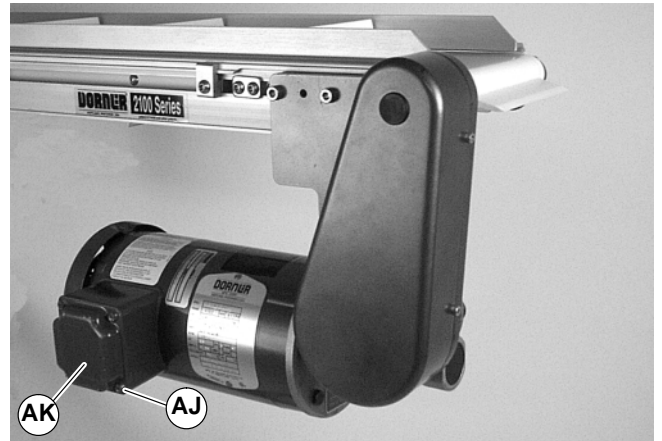

Abbildung 20
- a. Die Schrauben an dem Klemmenkasten (AJ siehe Abbildung 20) entfernen und Abdeckung (AK) abnehmen.